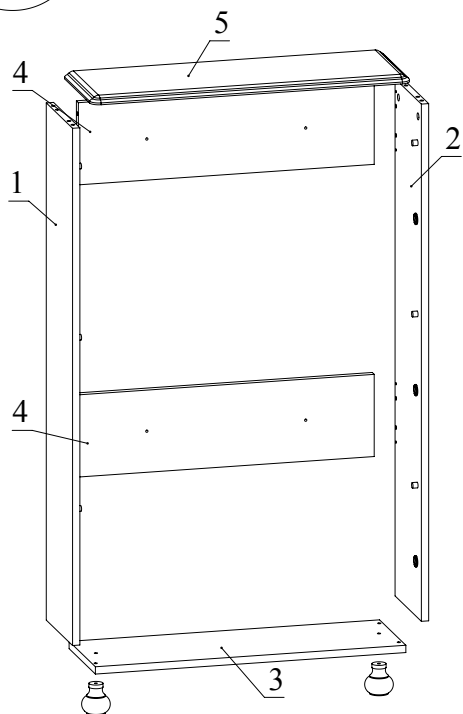

Рис.4
3. Установить детали 4 (2шт.) между деталями 1, 2 и зафиксировать, повернув конфирматным ключом головки минификсов по часовой стрелке до упора (Рис. 4). Соединить при помощи конфирматов деталь 3 с деталями 1, 2 (Рис. 4). Закрепить при помощи конфирматов опоры на деталь 3 (Рис. 4).
4. Установить деталь 5 на детали 1, 2 и зафиксировать, повернув конфирматным ключом головки минификсов по часовой стрелке до упора (Рис. 4).